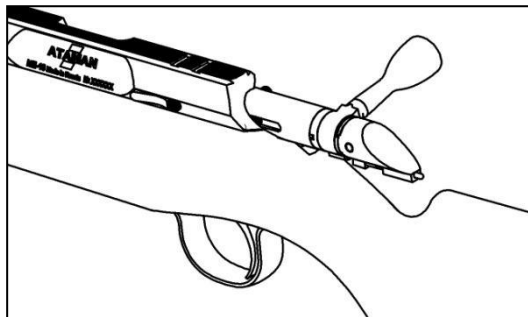

рис.3
- Удерживая защелку затвора нажатой, осторожно извлеките затвор назад (рис.3).